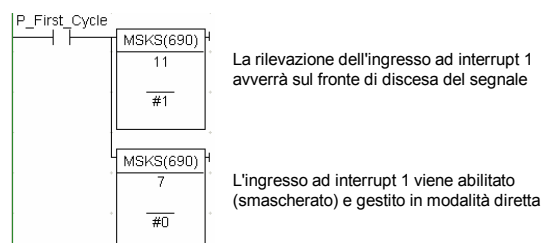

Fig. 7.178 - Esempio di utilizzo dell'istruzione MSKS (690).
Nella fig. 7.178 viene mostrato come utilizzare l'istruzione MSKS (690) per la gestione dell'interrupt 1.